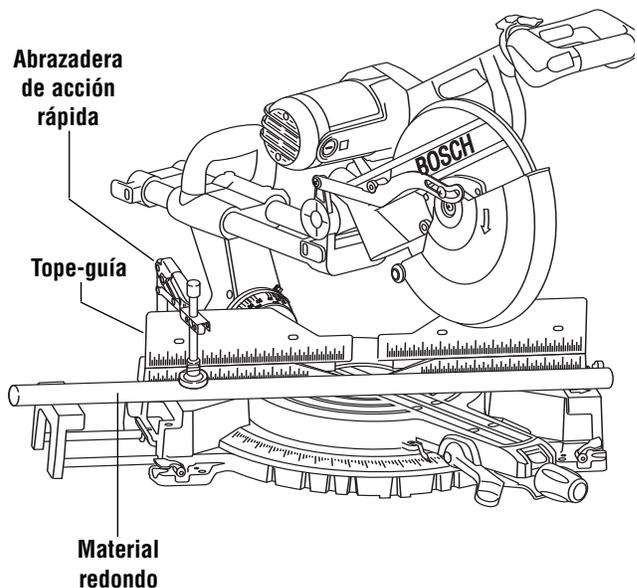

Figura 2. Material redondo
**⚠️ ADVERTENCIA** Para material redondo, tal como varillas con espiga o tubos, use siempre una abrazadera o un dispositivo de sujeción diseñado para fijar la pieza de trabajo firmemente contra el tope-guía y la mesa. Las varillas tienen tendencia a rodar mientras son cortadas, haciendo que la hoja "muerda" y tire de la pieza de trabajo con la mano del operador hacia la hoja (Figura 2).